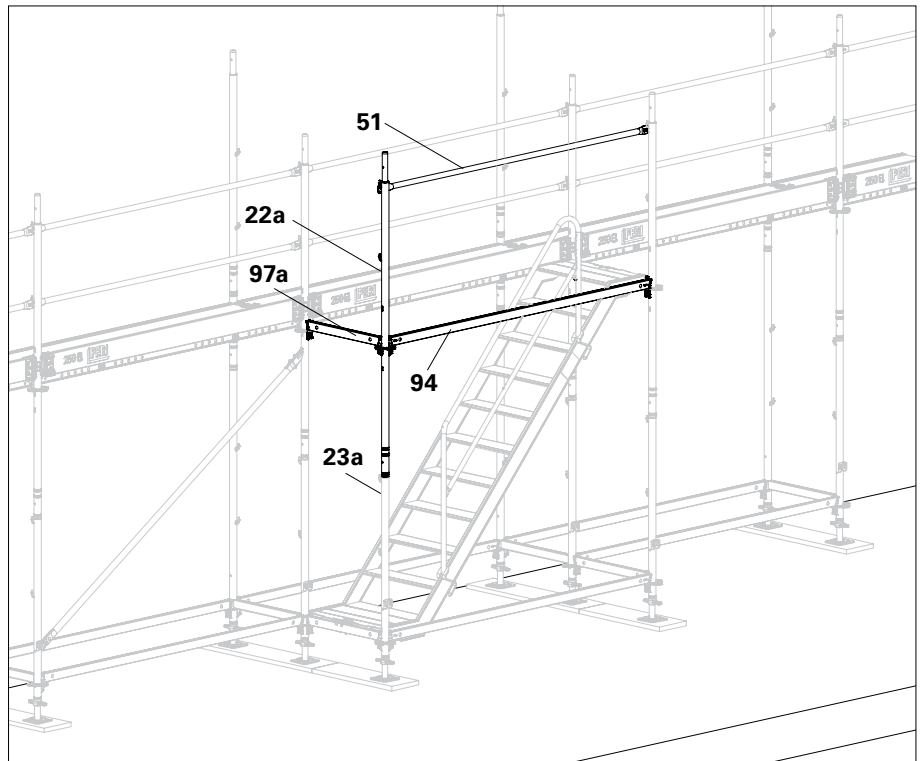

Abb. B7.04
6. Geländerholm EPG (51) an zweitem Easystiel (22a) einhängen und zusammen auf Easybasisstiel (23a) montieren.
8. Easystiele mit Horizontalriegel UH Plus (94) verbinden. Keile festschlagen.
- Erste Treppenlage ist montiert. (Abb. B7.04)